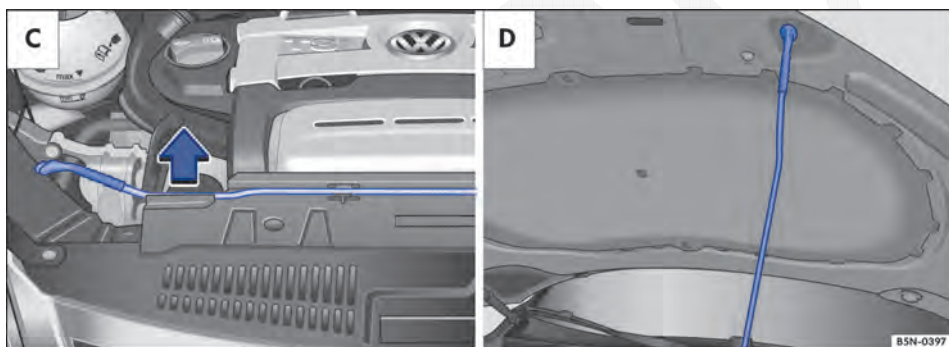

Fig. 191 No compartimento do motor: [C] haste de sustentação da tampa no suporte; [D] tampa do compartimento do motor levantada.
- Retirar a haste de sustentação de seu suporte na direção da seta ⇒ Fig. 191 [C] e encaixar na abertura da tampa do compartimento do motor ⇒ Fig. 191 [D].
- Pressionar a haste de sustentação da tampa de modo firme no suporte, na direção oposta à seta ⇒ Fig. 191 [C].